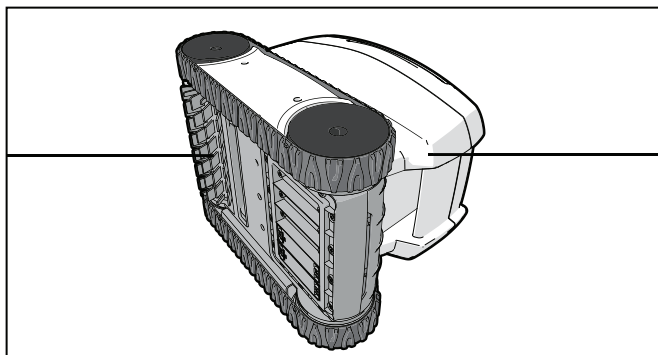

Figure 23. Nettoyeur sur le côté
1. Placez le nettoyeur sur le côté (Figure 23).